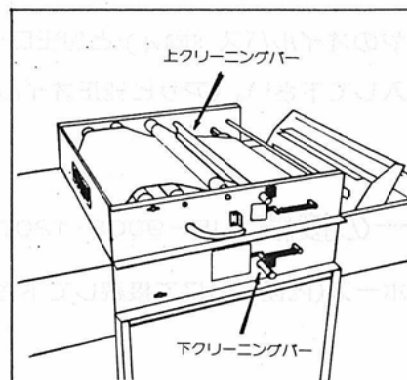

図 6
4. クリーニングバーは毎日点検掃除をし、布カバーが汚れたらこまめに交換して下さい。上下あります。(図6)